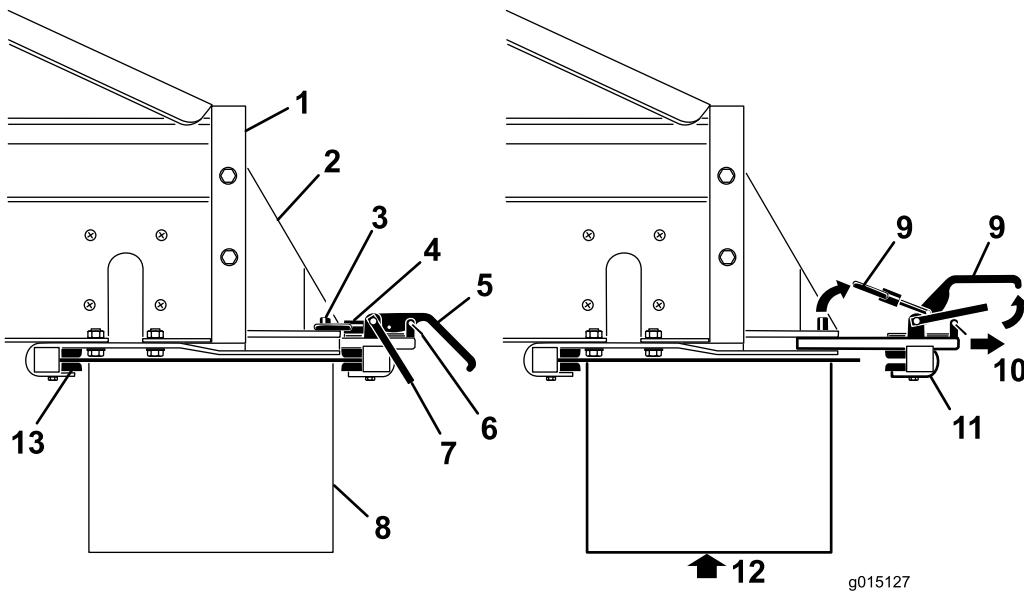

Figura 3
3. Retire os clips do fecho de segurança das pegas da barra de ligação (Figura 3).
4. Levante o trinco de segurança, depois levante as pegas da barra de ligação do acessório e liberte os anéis de bloqueio dos pinos de bloqueio (Figura 3).
5. Deslize o grampo traseiro de ligação do acessório para fora das ranhuras de ligação rápida (Figura 3).
6. Com ajuda, insira a borda frontal da correia transversal/articulação por cima e por baixo da traseira da MH-400 para a frente dos grampos nos suportes (Figura 3).
7. Apoiando a correia transversal/articulação, deslize o grampo traseiro ligação do acessório para as ranhuras nos suportes, e por cima da parte de trás (Figura 3).
9. Volte a instalar os clips do fecho de segurança nas pegas da barra de ligação (Figura 3).